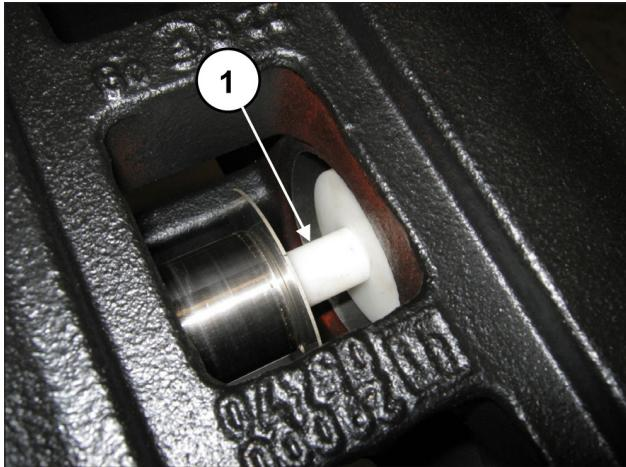

图 170
在活塞导承和活塞(位置①，图 170)之间插入代码为27632500的缓冲垫。